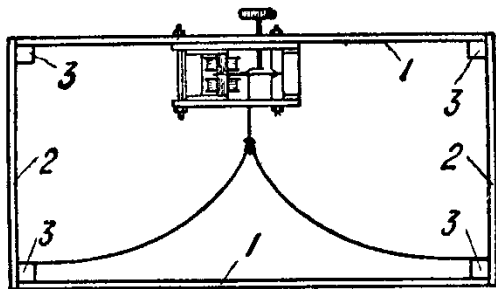
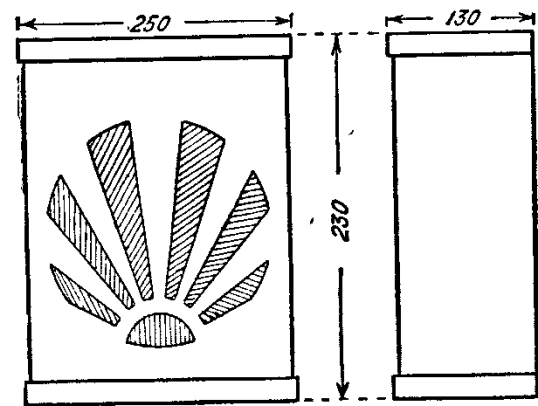

Рис. 5. Разрез собранного говорителя.
Рис. 6. Конструкция и размеры ящика.
Всю эту конструкцию можно заключить в ящик, передняя стенка которого имеет вырезанный рисунок. Изготовление ящика несложно. Берутся две фанерные доски (1—рис. 5), к ним с боков пришиваются две тоже фанерные дощечки (2). Внутри прикрепляются брусочки (3), к которым крепятся передняя и задняя стенка. В передней стенке вырезан рисунок и сзади подклеена материя. Все „грехи“ заклеены планками сверху и снизу, которые в то же время дают ящику приличный вид. Примерные размеры даны на рис. 6.